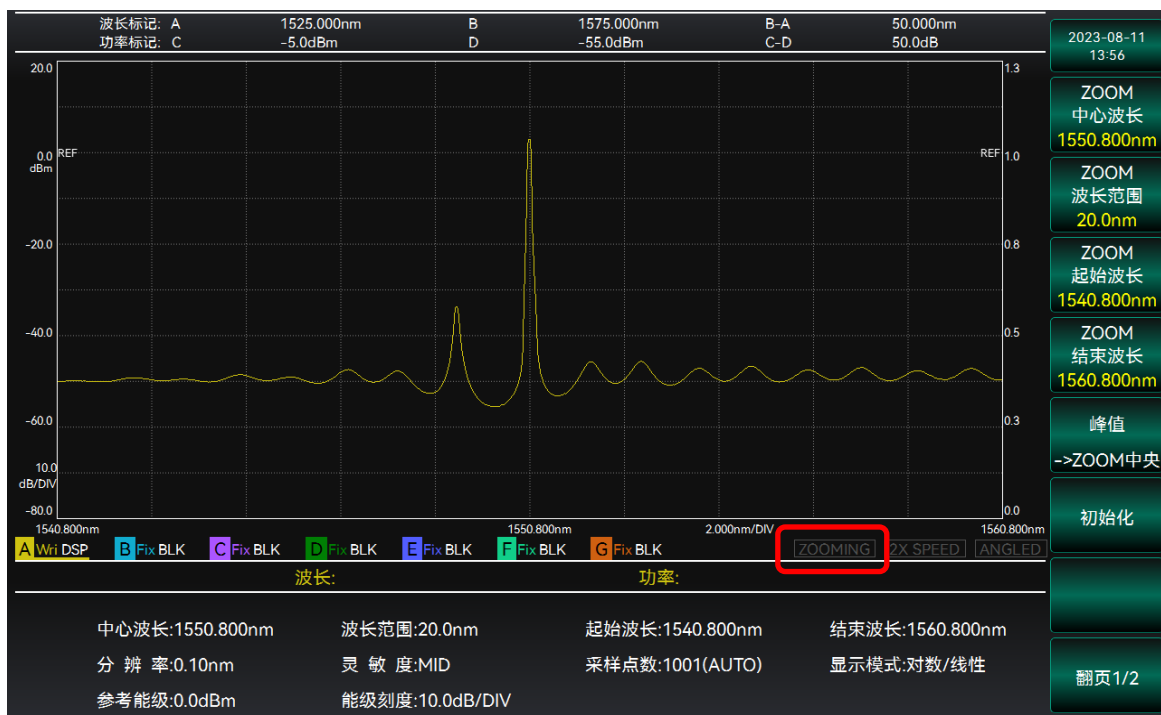

图 3.36 ZOOM 菜单界面
在仪器按键区按【ZOOM】按键可以进入 ZOOM 菜单。6362D 光谱分析仪的 ZOOM 菜单界面如图 3.36 所示。
2. 选择【ZOOM 中心波长】/【ZOOM 起始波长】/【ZOOM 结束波长】，通过旋钮或者数字键输入波长值，完成设置。操作界面如图 3.36 所示。